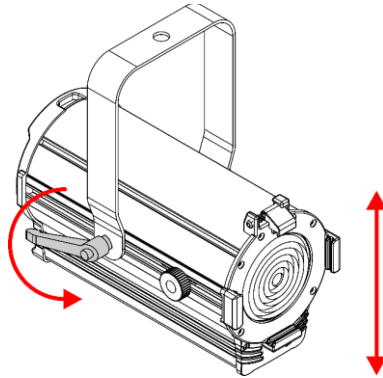

Fig. 09
- 01) Ruotare la **maniglia di regolazione (06)** in senso antiorario per allentarla.
- 02) Inclinare il dispositivo all'angolo desiderato (vedere la Fig. 09).
- 03) Ruotare la **maniglia di regolazione (06)** in senso orario per serrarla. Assicurarsi che il dispositivo non possa muoversi liberamente dopo aver serrato la **maniglia di regolazione (06)**.